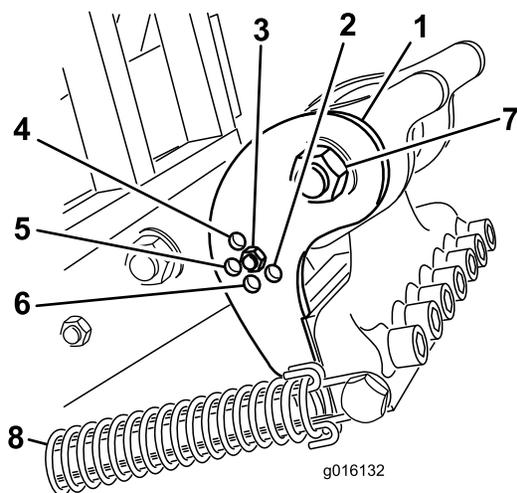

Figure 36
Régalez le support d'inclinaison (Figure 36) à la position correcte selon la longueur des louchets. La butée de la tête est réglée à l'une de cinq positions prédéterminées en choisissant le trou de boulonnage de la tige de réglage. Ces trous sont prédéfinis seulement ; par exemple, l'utilisation d'un louchet de 25,4 cm à la position 30,5 cm peut vous permettre d'obtenir une finition plus régulière, selon l'application.
3. Décrochez le ressort de la tête d'aération (Figure 36).
4. Retirez l'écrou et le boulon des trous de réglages du support d'inclinaison (Figure 36).